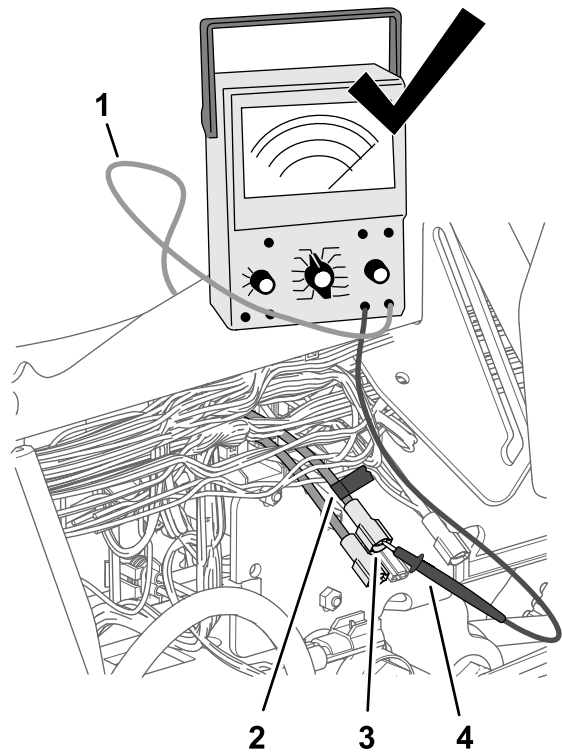

**Figure 188**
2. Sur le porte-fusibles 3 de la machine, insérez la sonde du multimètre dans le contact 4 (colonne droite) de la douille de fusible 2, comme montré à la Figure 188.